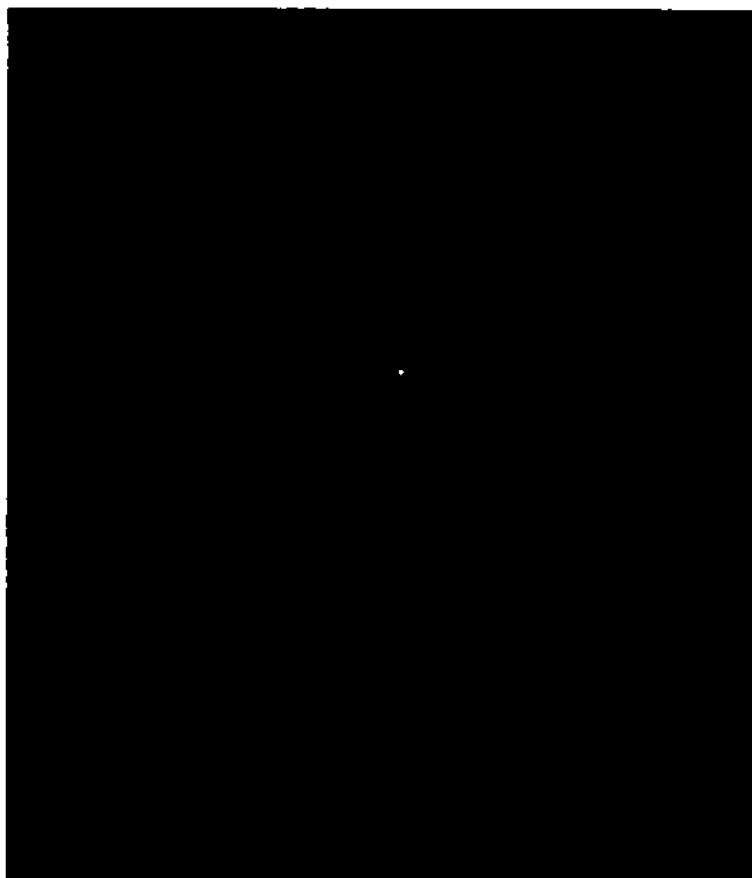

Рис. 4-2. Радиальная/нерадиальная плоскость
1. С помощью мыши нажмите на перекрестия на изображении в коронарной проекции и поворачивайте их для просмотра различных областей в поперечной проекции (см. Рис. 4-2).